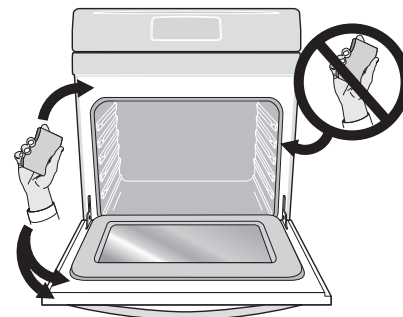

Figure 19: Nettoyer de la porte du four
9. Essuyez la cavité et la sole du four. Ne nettoyez pas le joint de la porte du four (Figure 19). Évitez de vous pencher ou de mettre de la pression sur la vitre de la porte du four pendant le nettoyage de la cavité.